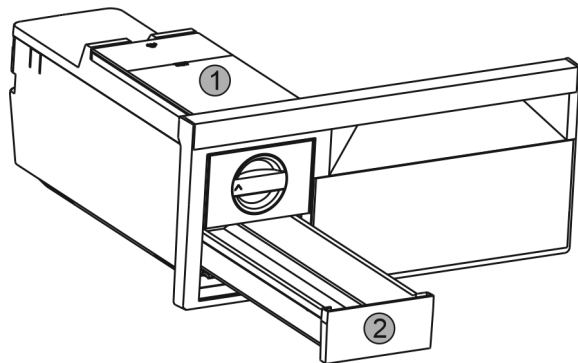

Fig. 72
- ▶ Извлечь бак для воды Fig. 72 (1) и выдвижной ящик для производства кубиков льда Fig. 72 (2).